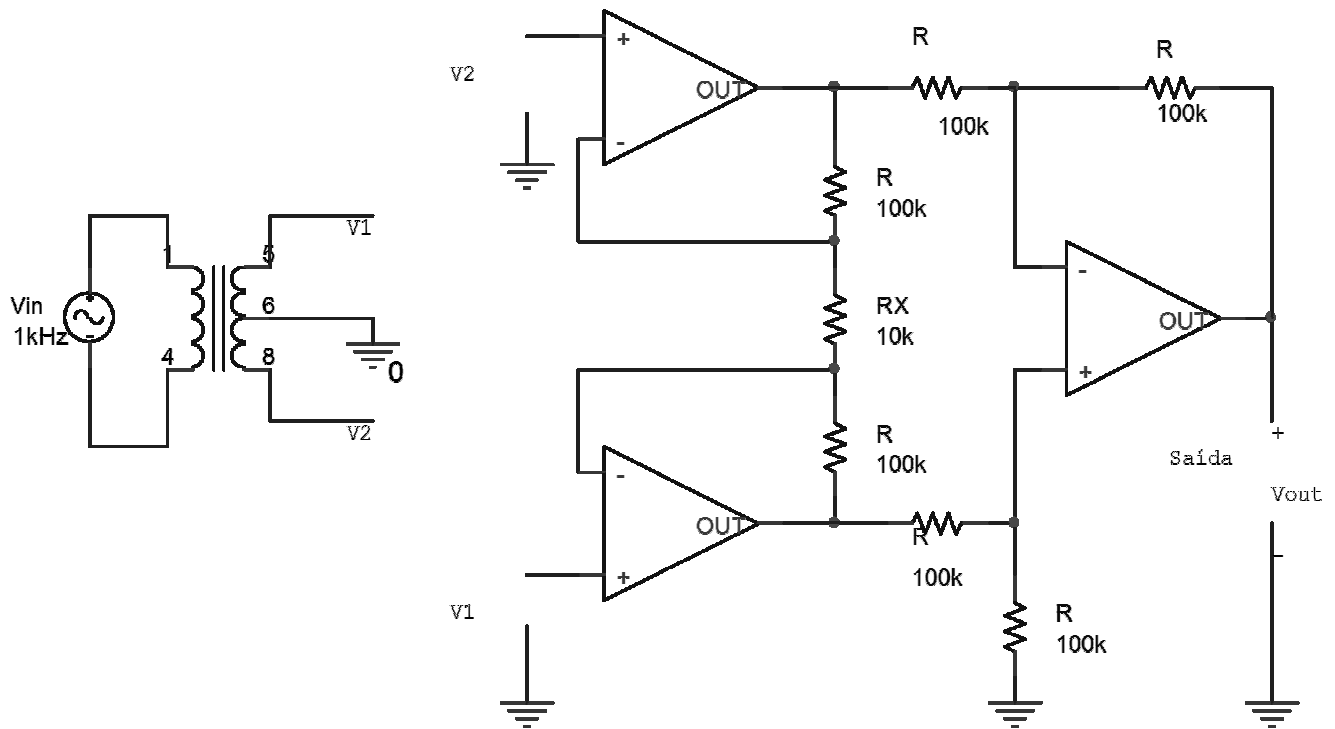

Figura 3: Amplificador Diferencial
3.1. Determine a equação do amplificador diferencial do circuito da Figura 3.
3.2. Monte o circuito da Figura 3 e verifique a tensão de saída.